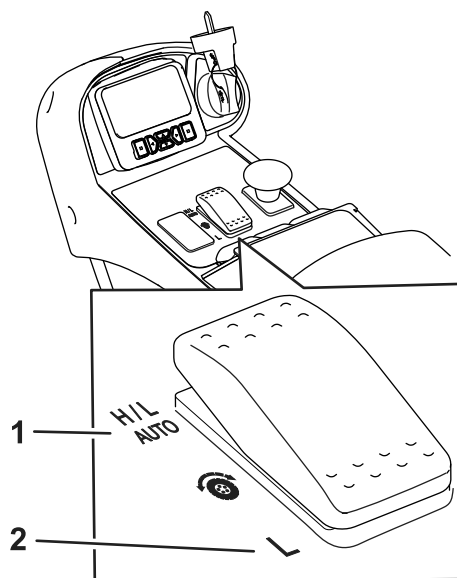

図 29
- このマシンは、通常の運転条件下では、速度レンジ設定を H/L AUTO にして使用することを前提にしております (図 29)。この設定で使用すると、移動走行しているか刈り込みをしているかをマシンが自動的に判別して高速レンジと低速レンジを自動的に使い分けます。
- Low 位置速度レンジスイッチ 図 29 の低速レンジ設定では、マシンは常に低速レンジで動作します。整備場内での移動、トレーラへの積み下ろし、急斜面の登り降りなど、大きな力が必要な場面でお使いいただくと便利です。
このマシンには、低速走行レンジと高速走行レンジという2つの速度レンジがあります。切り替えスイッチにより、以下のモードを選択することができます (図 29)